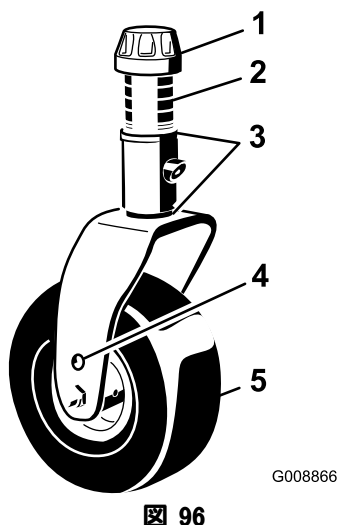

図 96
1. キャスタスピンドルシャフトからテンショニングキャップを外し、キャスタームからキャスタシャフトを抜き出す（図 96）。必要に応じてシムの位置を変更してキャスタオイルの高さを変えてカッティングユニットを正しいピッチに調整する。